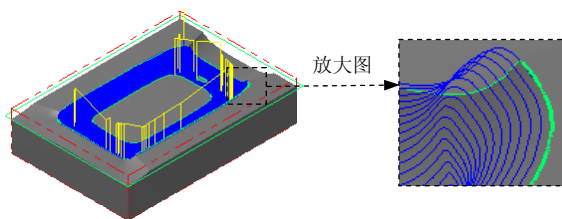

图 23.31 刀具路径
(1) 在“曲面精加工环绕等距”对话框中单击 **环绕等距精加工参数** 选项卡，在 **大切屑间距 (M)** 文本框中输入值 0.25，选中 ☒ **切削顺序依照最短距离** 复选框，取消选中 ☐ **设定深度 (D)** 复选框。
(2) 单击 **间隙设置 (G)...** 按钮，系统弹出“刀具路径的间隙设置”对话框；在 **位移小于允许间隙时，不提刀** 区域的下拉列表中选择 **沿着曲面 (s)** 选项，选中 ☒ **切削顺序最佳化** 复选框。单击 **✓** 按钮，系统返回至“曲面精加工环绕等距”对话框。
Step11. 完成参数设置。单击“曲面精加工环绕等距”对话框中的 **✓** 按钮，系统在图形区生成图 23.31 所示的刀具路径。